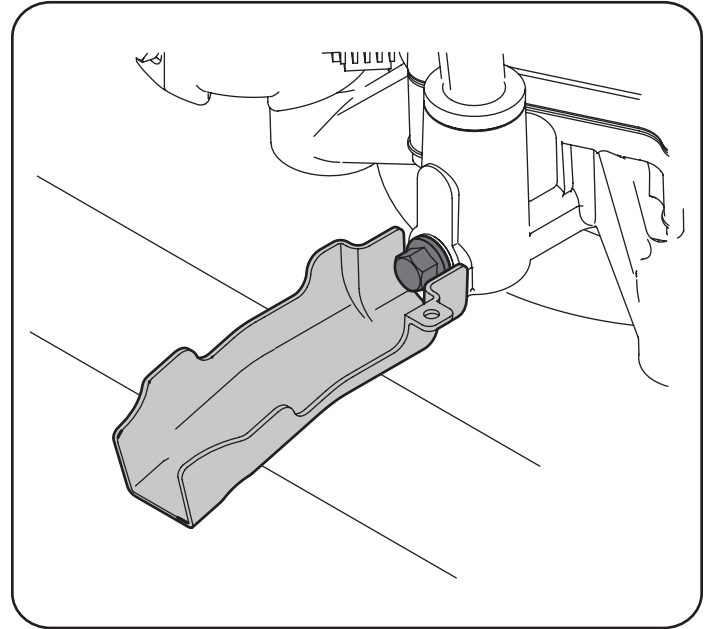

Figura 20
4. Coloque el extremo pequeño de la manga de drenado en el cárter de aceite. Consulte la Figura 20.